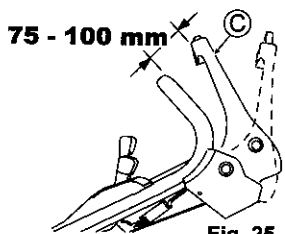

Fig. 25.
Ajuste de maneira que a lâmina comece a girar quando a distância entre a alavanca da lâmina (C) e a manopla for de 75 - 100 mm com o botão amarelo pressionado, como mostrado na. (Veja a fig. 25.)